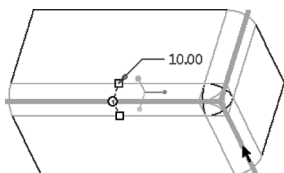

图 6-110 指定参考边
- 2) 结合〈Ctrl〉键选择图 6-110 所示的 3 条边参考，接着设置该倒圆角集的圆角半径为“5”。